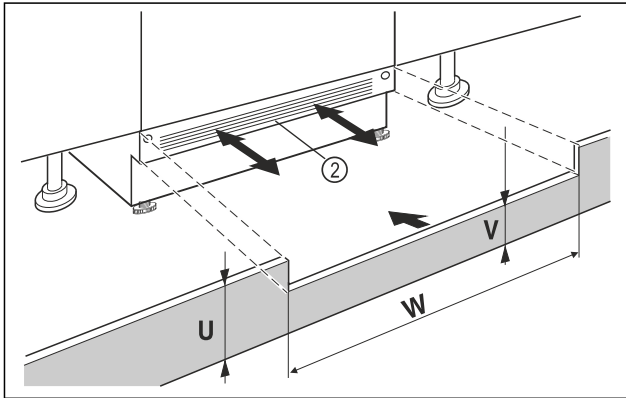

Fig. 71 Beispielhafte Darstellung
- ▶ Gerätesockelblende Fig. 71 (2) aufsetzen aber noch nicht fixieren.
- ▶ Bei sichtbarer Sockelblende Fig. 71 (2), diese so weit nach vorn ziehen, dass Vorderkante Lüftungsgitter und Möbelsockelblende eine Ebene bilden.
- ▶ Bei verdeckter Sockelblende Fig. 71 (2), diese ganz nach hinten schieben.
- ▶ Auf komplett freie Lüftungsschlitze achten: Bei Bedarf Höhe der Möbelsockelblende Fig. 71 (U) zuschneiden!
- ▶ Entlang der Nischenbreite Fig. 71 (W) die Steghöhe Fig. 71 (V) unter der Gerätesockelblende Fig. 71 (2) einpassen.